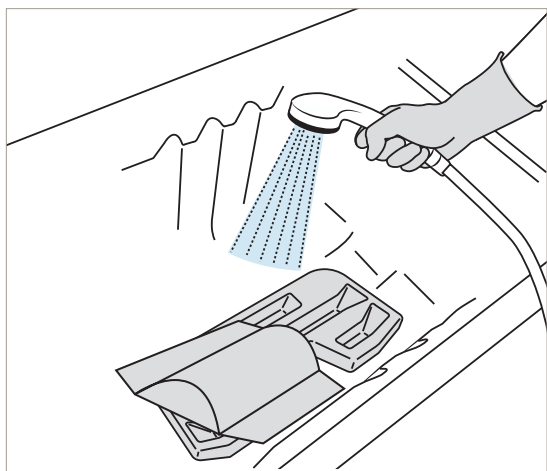

Figure 67
6. Asperger et rincer les accessoires au fond de la baignoire Classic Line 2 pour éliminer les résidus visibles. Retourner les accessoires et rincer à nouveau. Voir la section Figure 67.